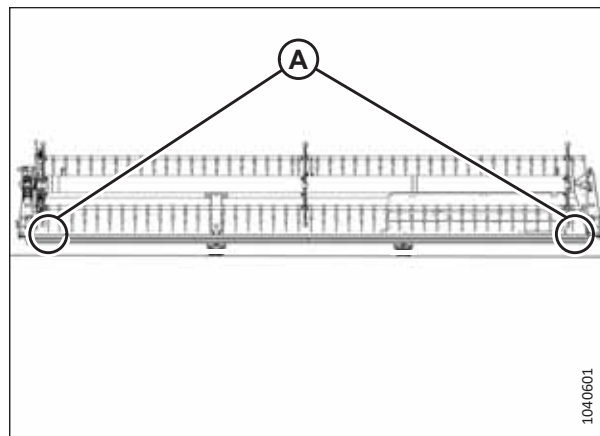

Figure 4.274: Emplacements de mesure du rabatteur simple
- Figure 4.274, page 401 – Rabatteur simple